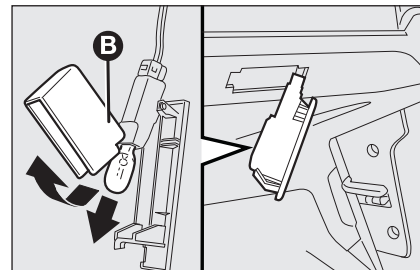

fig. 43
- ☐ ouvrir la protection **B**-fig. 43 et remplacer l'ampoule appliquée à pression;